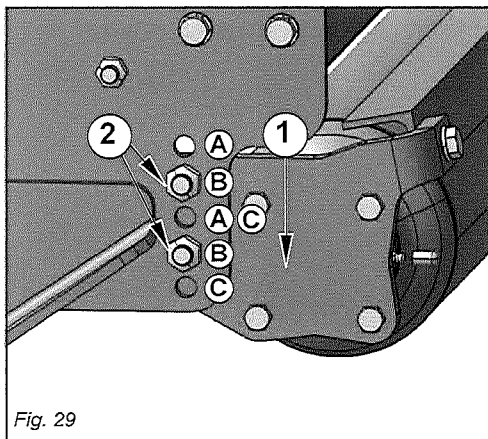

Fig. 29
Maskinen är försedd med en manuellt ställbar stödrulle bak (1 fig. 29) med lerskrapa. Gör på följande sätt för att justera stödrullen:
- Avlägsna bultarna (2 fig. 29).
Maskinen leveres med bagvalse (1 Fig. 29) og manuelt indstillelig mudderskraber.
- Fjern boltene (2 Fig. 29).